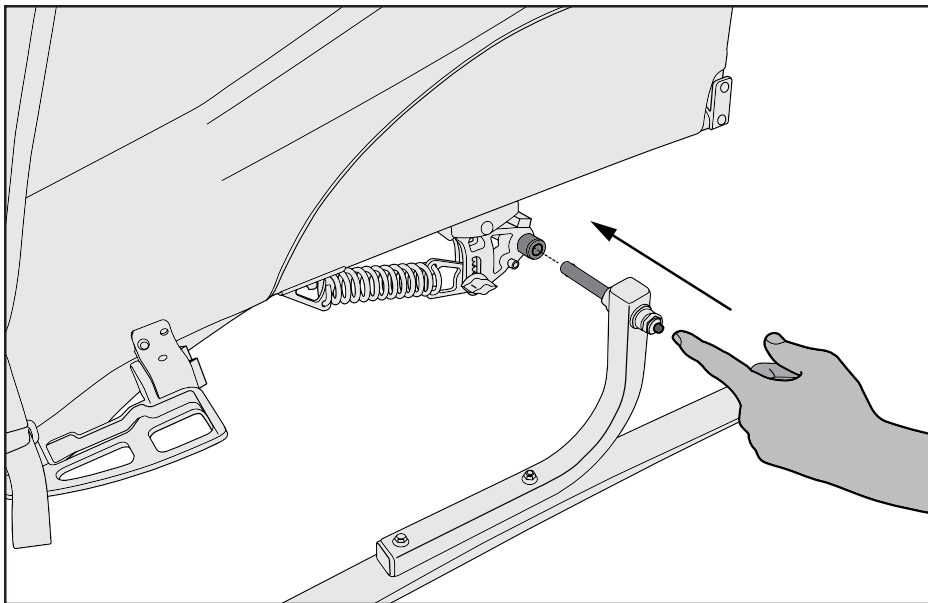

Figura 1
2. Para remolques con ejes Push Button (PB): pulse el botón en el exterior del eje de esquí PB y deslice el eje de esquí en el eje del remolque (Figura 1). Tire fuerte del esquí hacia fuera para comprobar que el eje se ha acoplado correctamente. Repita la operación en el lado opuesto.